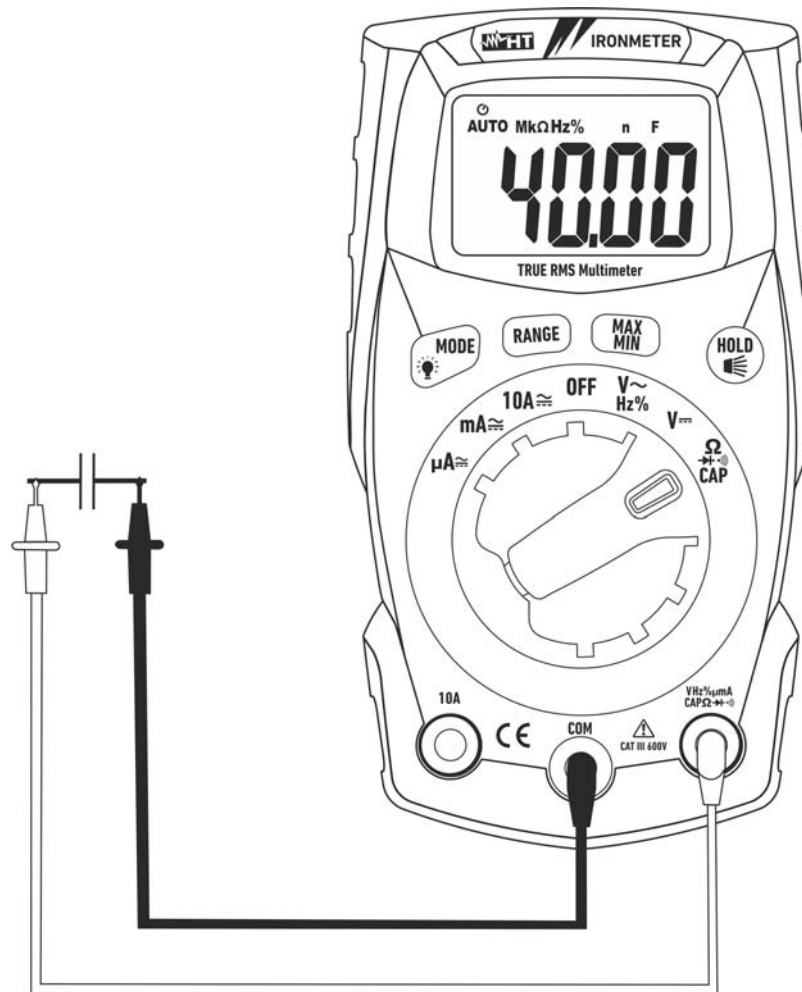

Fig. 7: Uso del instrumento para medida de Capacidades
4. Posicione las puntas de prueba en los extremos del condensador en examen respetando eventualmente las polaridades positivas (cable rojo) y negativas (cable negro) (vea la Fig. 7). El valor de la capacidad se muestra en pantalla